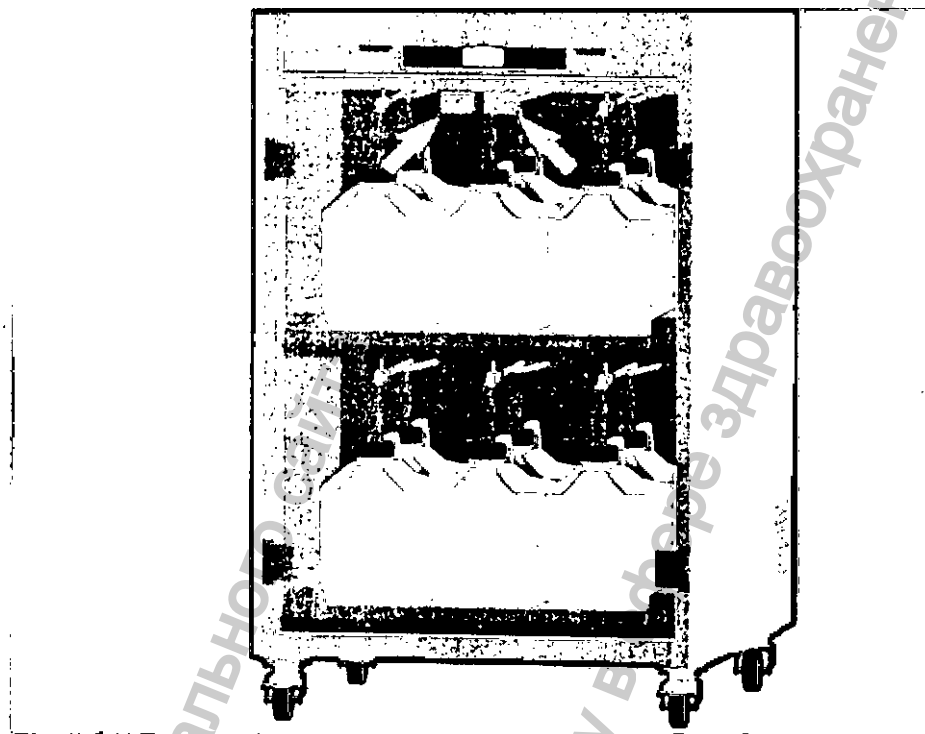

Рисунок 3.2. Открытие отсека для реагентов
- Откройте дверцы отсека для реагентов, нажав на магнитные защелки, расположенные в верхнем внутреннем углу каждой дверцы (рисунок 3.2).